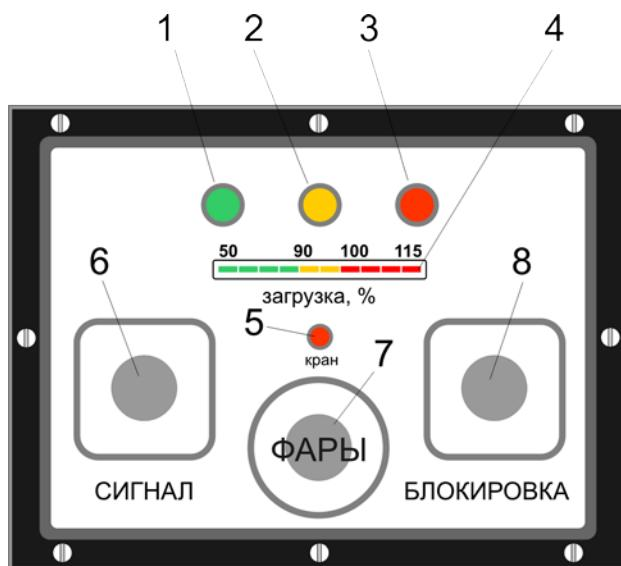

Рис.1
6.4. Блок АОГ, рис.1, представляет собой микропроцессорный контроллер, воспринимающий информацию от входных цепей и вырабатывающий сигналы управления для реле и индикаторов состояния подъёмника.